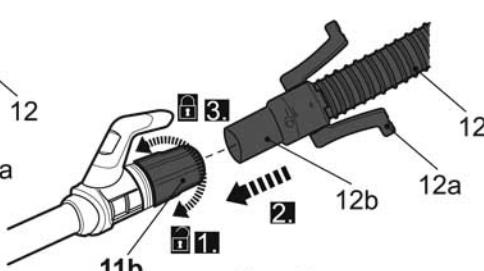

Рис. 7
- > Ослабьте муфту отверстия для отвода пыли (8, 11b). Не снимайте муфту с отверстия полностью (Рис. 7, шаг 1).
- > Вставьте соединитель шланга пылесоса (12b) в отверстие для отвода пыли до конца (Рис. 7, шаг 2).
- > Затем закрепите соединение, затянув муфту со стороны выходного отверстия (Рис. 7, шаг 3).